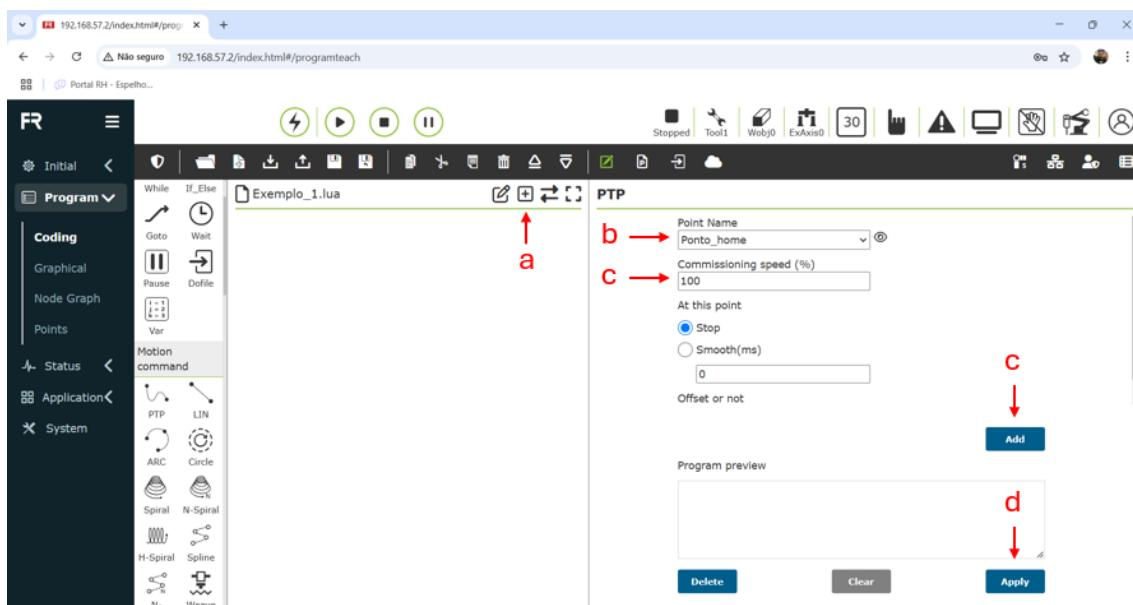

Figura 40. Criando ponto Home.
2. Preencha os campos conforme Figura 40, na sequência indicada abaixo: